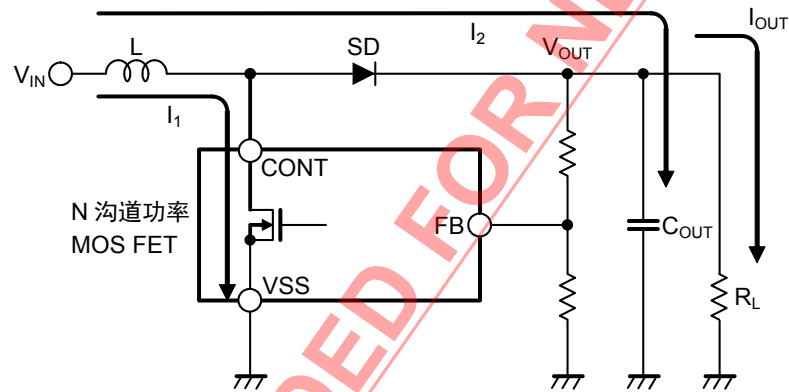
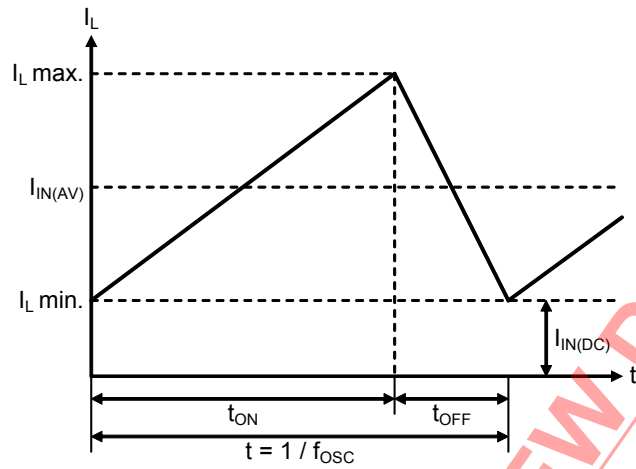
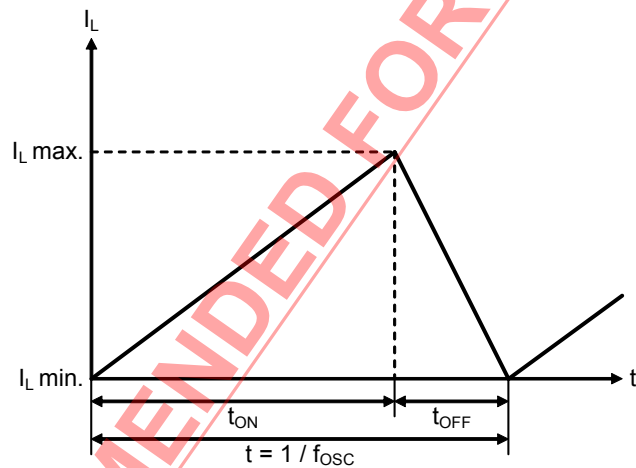

图 14 升压型 DC/DC 控制器的基本电路
图 15 连续模式 (电感器电流 I_L 的电流周期)
图 16 临界点 (电感器电流 I_L 的电流周期)
S-8363 系列是升压型 DC/DC 控制器。其基本电路图如图 14 所示。
N 沟道功率 MOS FET 为“ON”时，电流(I_1)如图 14 所示的方向流动。此时，如图 15 所示，电感器电流(I_L)会按照 N 沟道功率 MOS FET 的 ON 时间(t_{ON})的比例而逐渐增加。
从图 15 求出
在此，如图 15 所示的那样， $I_{IN(DC)} > 0$ ，一直流入电感器电流的工作模式，即为连续模式。输出电流(I_{OUT})逐渐减少，如图 16 所示会出现 $I_{IN(DC)} = 0$ 的情形。此即为连续模式的临界点。从(1), (2)的公式可以看出直流电流成分($I_{IN(DC)}$)需依靠 I_{OUT} 。